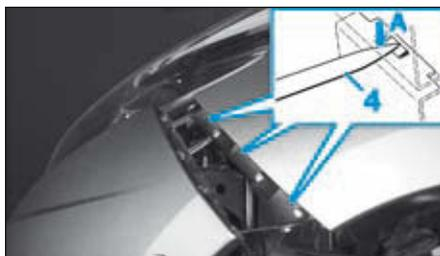

FIG.97
- Insérer un tournevis plat (4) entre le bouclier et les ailes avant (Fig.97).
- Appuyer sur les agrafes flèches (A) pour désolidariser le bouclier des ailes avant.